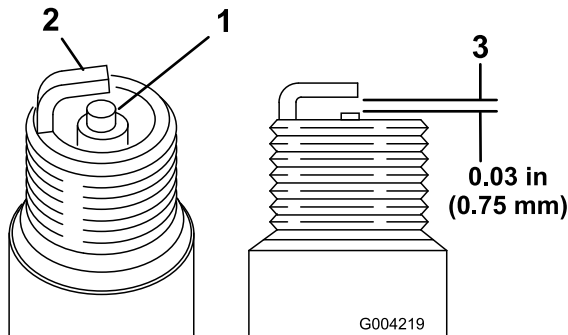

Figura 24
- Mire la parte central de ambas bujías (Figura 24). Si se observa un color gris o marrón claro en el
2. Compruebe la separación entre los electrodos central y lateral (Figura 24).
3. Si la distancia no es correcta, doble el electrodo lateral (Figura 24).